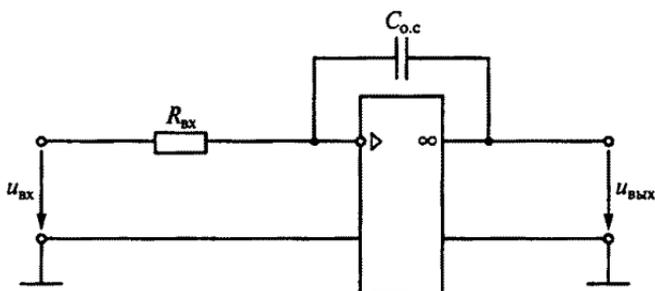

Рис. 161
4.33. Операцию технического интегрирования в системах автоматики часто выполняют с помощью активного интегрирующего звена на операционном усилителе (рис. 161). Какие преимущества обеспечивает активное интегрирующее звено в сравнении с пассивной интегрирующей цепью, приведенной на рис. 159, *a*? (Указать неправильный ответ.)